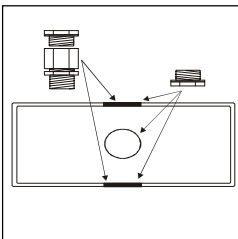

Fig. 1 :
- 6 Faites des trous d'entrée pour le câble dans les boîtiers en plastique et métalliques en retirant les pastilles préformées appropriées. (Voir la Fig. 1).